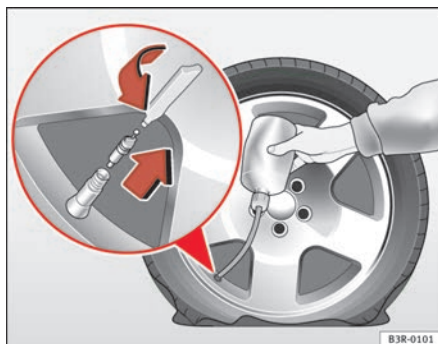

Fig. 184 Efectuar la reparación
- Retire la caperuza de la válvula del neumático y desenrosque el obús de la válvula con el útil que se suministra ⇒ fig. 184.